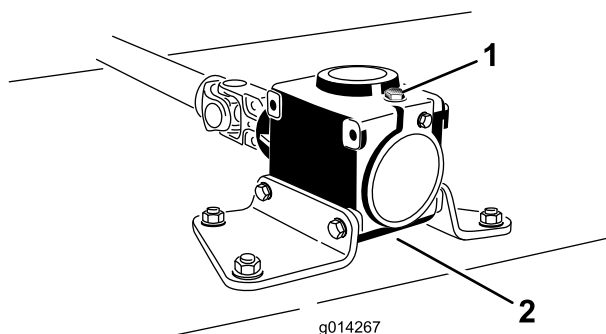

図 42
6. ギア・ボックスの上部についているディップスティック兼給油プラグ(図 42)を取り、オイルの量が、ディップスティックについている2本のマークの間にあることを確認する。
6. ギア・ボックスの上部についているディップスティック兼給油プラグ(図 42)を取る。